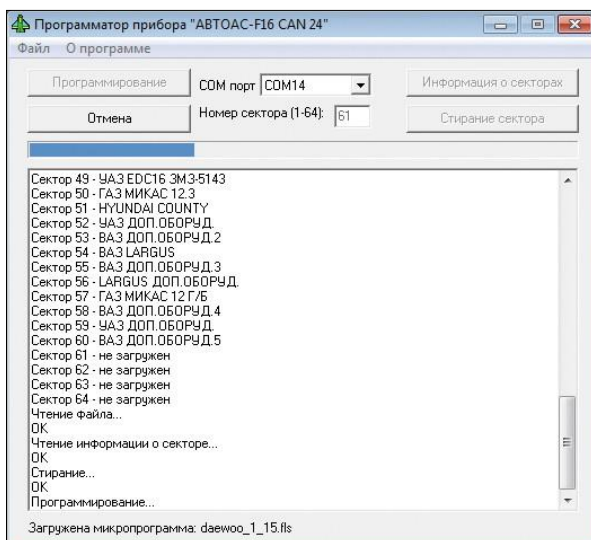

Рис. 27. Внешний вид программы при загрузке
- ▶ Нажмите кнопку «Программирование». Ход программирования отображается в текстовом окне (Рис. 27).